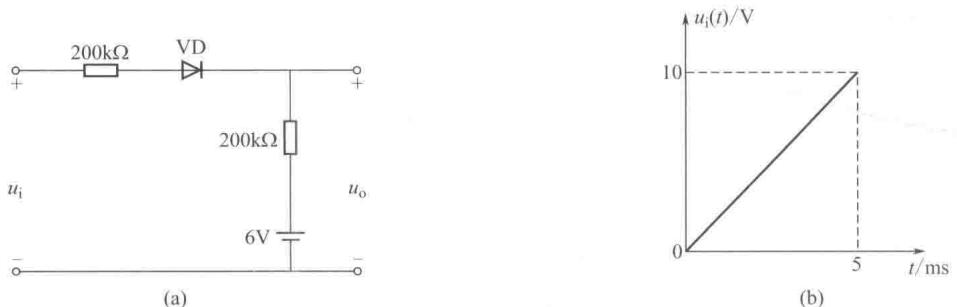

图 1-6
3. 二极管电路如图 1-6(a) 所示, 设输入电压  $u_i(t)$  波形如图 (b) 所示。在  $0 < t < 5\text{ms}$  的时间间隔内, 试绘出  $u_o(t)$  的波形。设二极管是理想的。